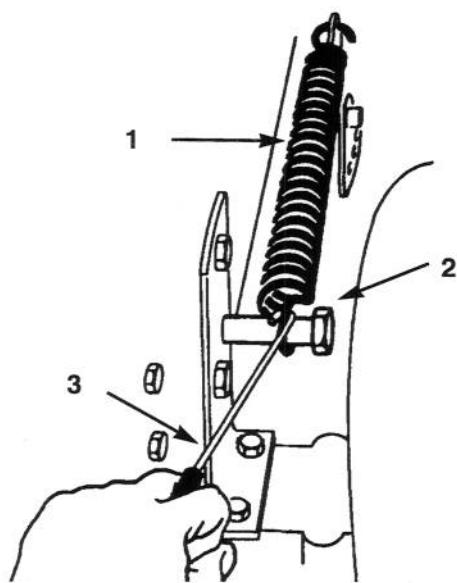

Fig. 39
- Togliere dal bullone di fermo (Fig. 39) la molla di agevolazione del sollevamento per l'altezza di taglio usando l'utensile della molla, fornito con la macchina. La molla è situata fra il telaio e la ruota posteriore destra.
13. Spostare la leva dell'altezza di taglio (sollevamento piatto di taglio) nella tacca "D". Agganciare nel bullone di fermo la molla di agevolazione del sollevamento per non smarirla (Fig. 39).
15. Agganciare la molla di agevolazione del sollevamento sul bullone di fermo (Fig. 39). Usare l'utensile della molla, fornito con la macchina.